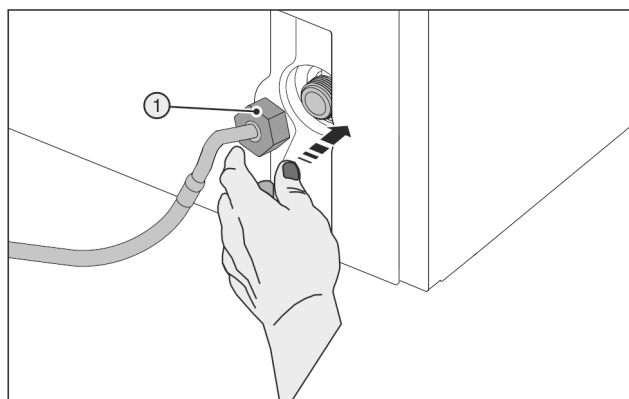

Fig. 24
- ▶ Coloque la tuerca Fig. 24 (1) con cuidado y atornillela en la rosca.
- ▶ Coloque la tuerca Fig. 24 (1) con cuidado y atornillela en la rosca con los dos dedos hasta que quede ajustada de forma firme y segura.
- ▶ Utilice la herramienta auxiliar (5) exclusivamente a temperatura ambiente.
- ▶ Apriete la tuerca Fig. 24 (1) con la herramienta auxiliar (5) en el sentido de las agujas del reloj hasta que se alcance el par máximo y la herramienta auxiliar (5) sobregire.